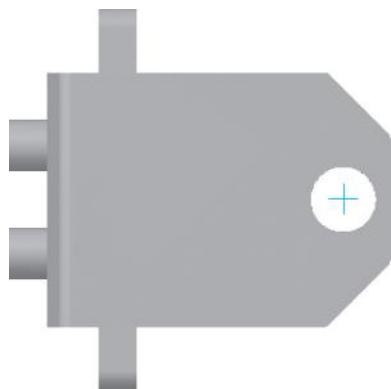

图 11-64 选择孔的圆心
1) 选择【刀路】/【钻孔】命令, 系统弹出【选取钻孔的点】对话框, 选择如图 11-64 所示 $\phi 10.3\text{mm}$ 孔的圆心, 单击【确定】按钮 。